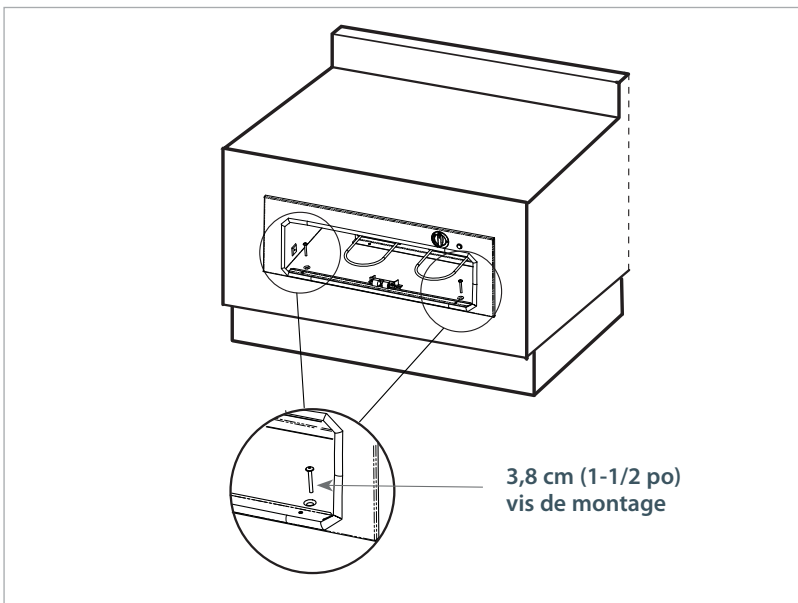

Fig. 13
3. Utiliser les deux vis 1-1/2" fournies au travers des deux trous marqués (voir Fig. 13) pour fixer le devant du tiroir chauffant.